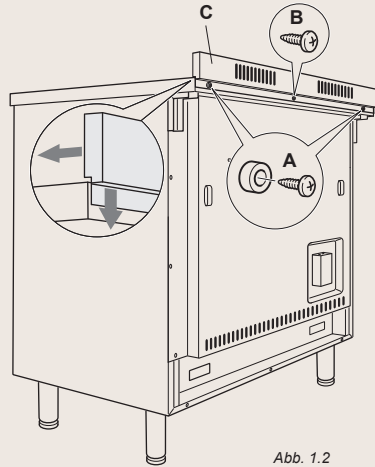

Abb. 1.2
Vor dem Aufstellen des Herds zunächst die hintere Schutzabdeckung "C" montieren (Abb. 1.2).
- * Die Bolzen "A" (Abb. 1.2) abnehmen; dazu die Befestigungsschrauben abschrauben.